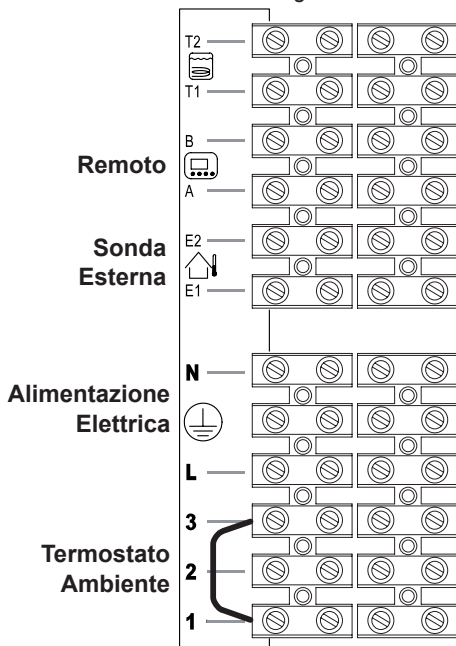

Figura 5.27
Per il collegamento del remoto servirsi dei morsetti indicati in Figura 5.27.
Per il collegamento della sonda esterna servirsi dei morsetti indicati in Figura 5.27.
**Il ponticello elettrico collegato nella morsettiera termostato ambiente tra i morsetti "1 e 3" non va rimosso** Figura 5.27.